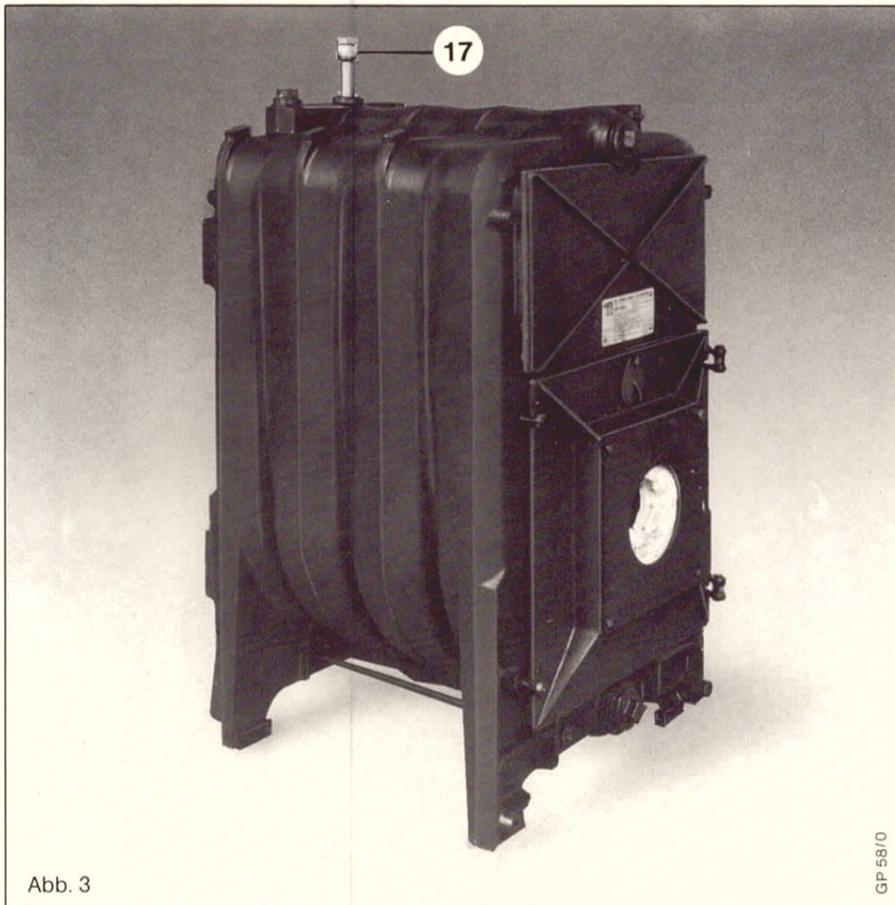

Abb. 3
Kapillarfühler (18) in die Tauchhülse (17) Abb. 3, Seite 4 einführen und sichern.